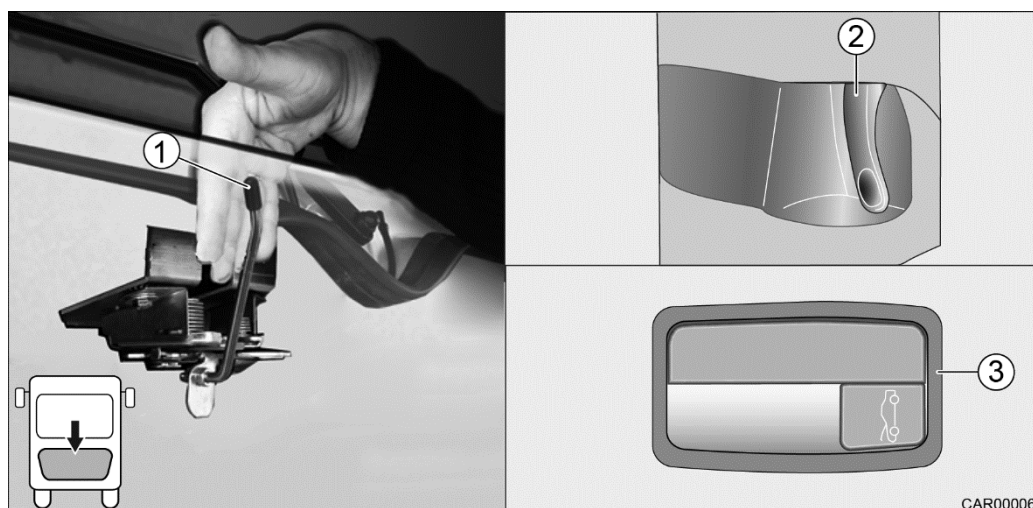

Fig. 12 Ouvrir le capot moteur
Selon le type de véhicule, la poignée se trouve dans l'espace-pieds (Fig. 12/2) ou dans l'étagère en cabine (Fig. 12/3)
2. Glisser le levier de sécurité (Fig. 12/1) derrière le capot moteur vers la gauche pour débloquer le verrouillage.